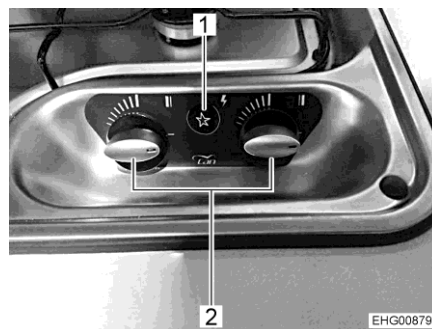

Bild 143 Reglage, knappar för gasspis
- Vrid vridregulatorn (Bild 143,2) till önskad låga till tändningsläge (stor låga).
- Tryck på tryckkontakten (Bild 143,1). Nu bildas tändgnistor vid brännaren.